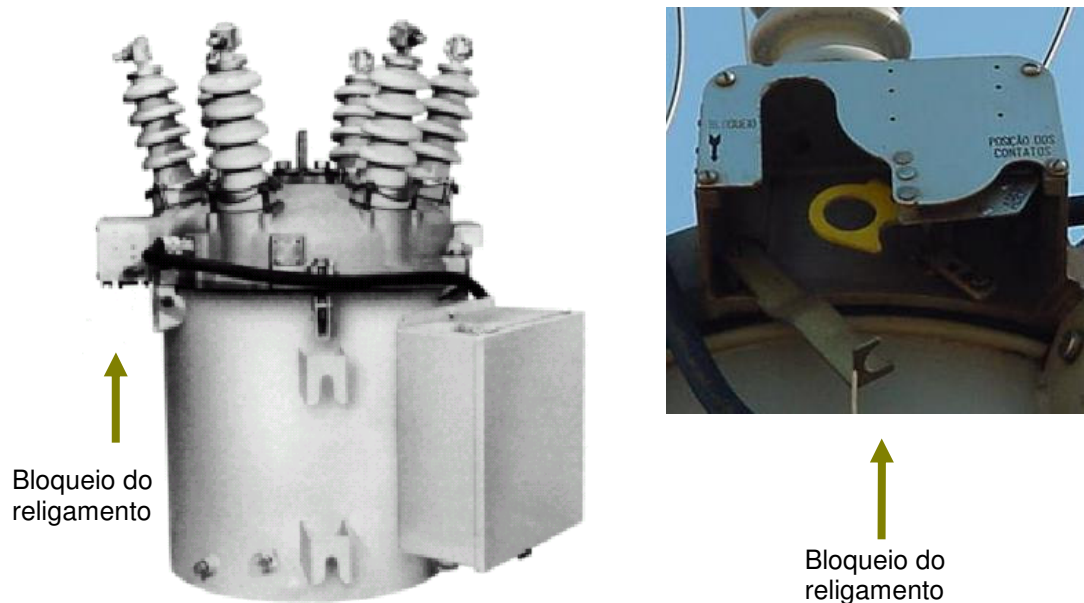

Figura 3 – Religador KFE.
4.3.1.1. Com a vara de manobra baixar a alavanca de bloqueio de religamento, situada ao lado da alavanca amarela de operação manual. Vide Figura 3.
4.3.2.1. Com a vara de manobra levantar a alavanca de bloqueio de religamento, situada ao lado da alavanca amarela de operação manual. Vide Figura 3.